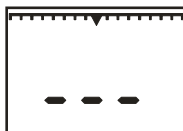

Рисунок 9.1
9.4 Включение газоанализатора осуществляется нажатием кнопки "ВКЛ". После включения газоанализатора должен быть слышен звук работающего микронасоса. При этом на цифровом индикаторе газоанализатора отображается надпись " - - - " и включается постоянный звуковой сигнал (рисунок 9.1). Кнопку "ВКЛ" необходимо удерживать до отключения постоянного звукового сигнала (приблизительно 3 секунды). Газоанализатор перейдет в режим прогрева датчика. Длительность прогрева ≈ 70 с.